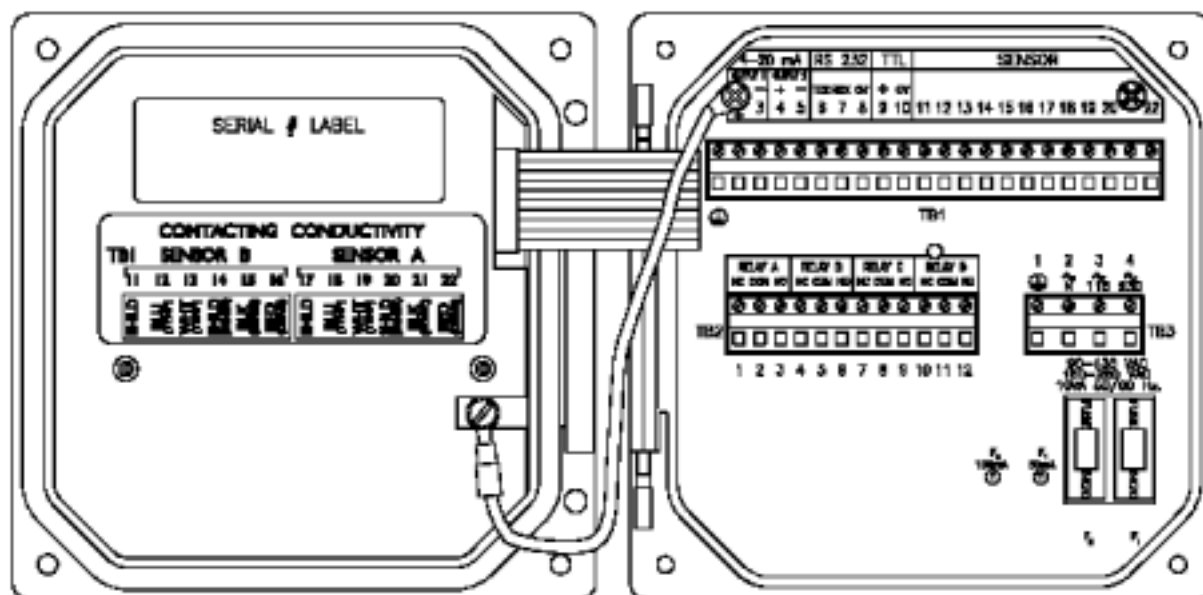

图 2-4 序列号前缀为“A”或者无的测定仪的接线端标识
- 对于序列号前缀为“A”为无的测定仪(图 2-4),连接到 TB1 上的“ground symbol (地线标识)”接线端。